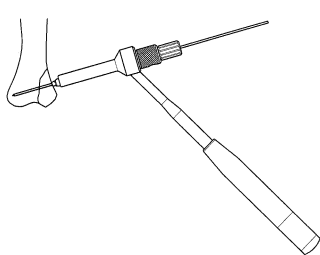
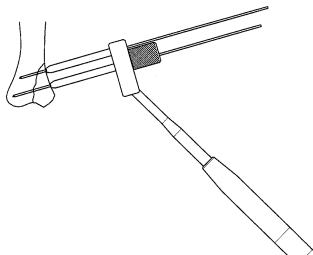
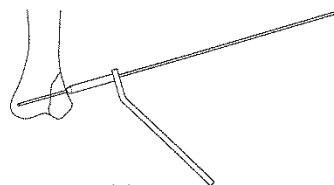

図2
図3
図4
- 2) 経皮的挿入器 (図2), パラレルガイド (図3) 又は1.3 ガイドピン用ガイド (S) (図4) を用いて, 1.3 ガイドピンを適位深さまで挿入します。